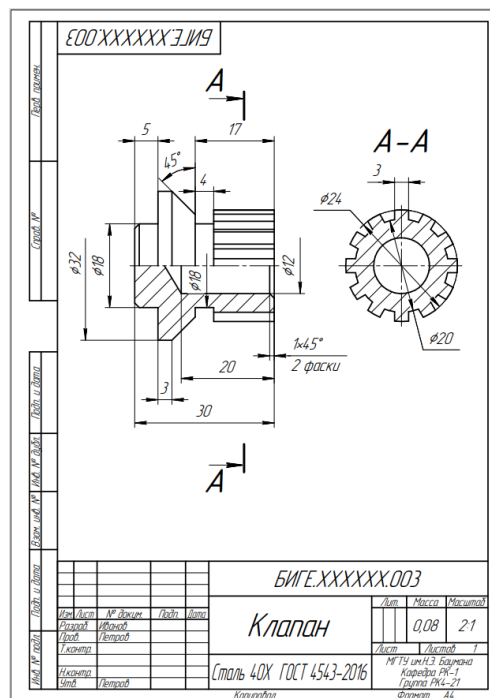

Рис. 17 Чертеж детали «Клапан»
- **Черчение – Обозначения – Автоосевая.** Нанесение осевых линий на чертеже (рис. 17).
- **Черчение – Размеры – Авторазмер** (см. рис. 17).
- **Заполнить основную надпись** (см. рис. 17)